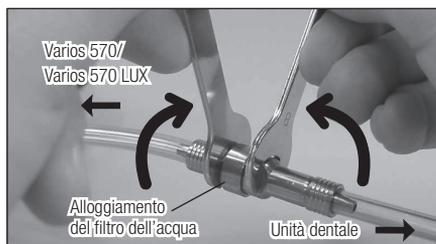

Fig.19
- 2) Utilizzare due chiavi inglesi (5x8) e ruotarle come illustrato nella Fig. 19.